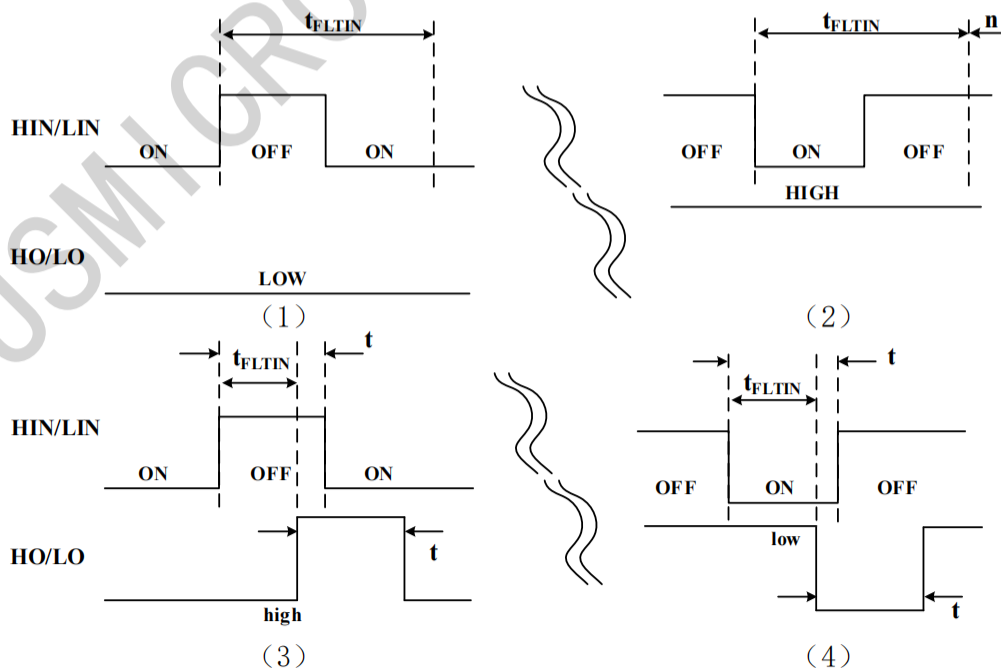

图 7-2 输入滤波波形定义
TF21364M包含有三路独立的半桥信号输入端口用于接收来自主控的控制信号，不互相干扰。每路半桥的高侧与低侧之间有互锁功能，保证同相位高侧与低侧的输出不会同时为高电平。且高侧与低侧信号之间存在内置的死区时间，有效避免了输出信号重叠导致的严重故障。信号输入端口采用边沿触发的方式，因此在触发保护后，需要给出下一个触发沿信号，输出才会产生变化。每个信号输入端口均通过一个 40KΩ 的电阻下拉至 VSS，浮空时将被置为低电平输入。每个信号输入端口（包括 EN 使能端口）均包含有滤波功能，不会被低于滤波时间的脉冲触发，当包含滤波功能的端口输入信号发生变化时，其持续时间小于输入滤波时间，输出端口均不受到影响产生变化。当输入信号变化持续时间大于输入滤波时间，输出端口则随输入信号发生改变，并与其保持同等时间，如图 7-2 所示：
(1) 当输入正脉冲信号时，且该脉冲信号宽度小于滤波宽度 ($t < t_{FLTIN}$)，如图 7.2(1)所示。输出信号不发生变
(2) 当输入正脉冲信号时，且该脉冲信号宽度大于滤波宽度 ($t > t_{FLTIN}$)，如图 7.2(3)所示。输出信号发生变化，触发一个持续时间为 t (同输入脉宽时间) 的低电平后恢复高电平；
(3) 当输入负脉冲信号时，且该脉冲信号宽度小于滤波宽度 ($t < t_{FLTIN}$)，如图 7.2(2)所示。输出信号不发生变化，持续为低电平；
(4) 当输入负脉冲信号时，且该脉冲信号宽度大于滤波宽度 ($t > t_{FLTIN}$)，如图 7.2(4)所示。输出信号发生变化，触发一个持续时间为 t (同输入脉宽时间) 的高电平后恢复低电平。